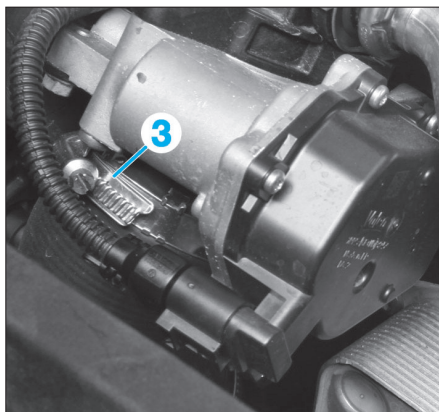

FIG. 31
- le collier de fixation (3) (Fig.31),